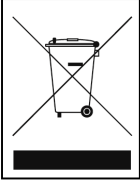

Fig.2
Lire attentivement les instructions contenues dans ce manuel. Avant de brancher l'appareil, contrôler que les données reportées sur la plaquette technique (fig.2) correspondent à celles du réseau de distribution électrique. Avant de commencer n'importe quelle opération, débrancher l'appareil du réseau électrique.
1.1 La plaquette d'identification et de données techniques est placée au dos de l'appareil (fig.2).
Leggere attentamente le avvertenze contenute nel presente libretto. Conservate questo libretto per ogni ulteriore consultazione dei vari operatori. Prima di collegare l'apparecchiatura accertarsi che i dati riportati sulla targhetta tecnica (fig.2) siano corrispondenti a quelli della rete di distribuzione elettrica. Prima di effettuare qualsiasi operazione isolare l'apparecchiatura dalla rete di distribuzione elettrica.
1.1 La targhetta di identificazione e tecnica è installata sul retro dell'apparecchiatura (fig.2).